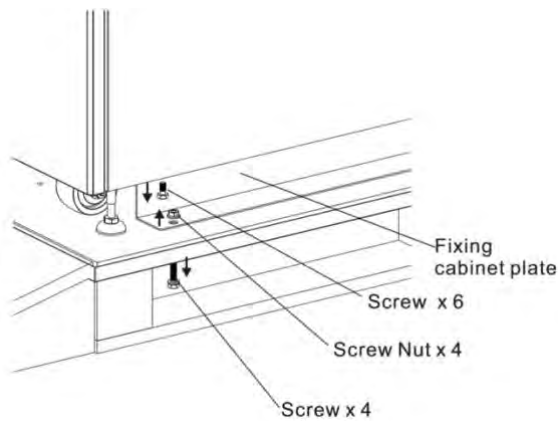

Figura 2-4
1. Retire 2 placas de fijación del gabinete y afloje las patas niveladoras girándolas en sentido contrario a las agujas del reloj. A continuación, mueva el armario de la paleta. Consulte la Figura 2-4.